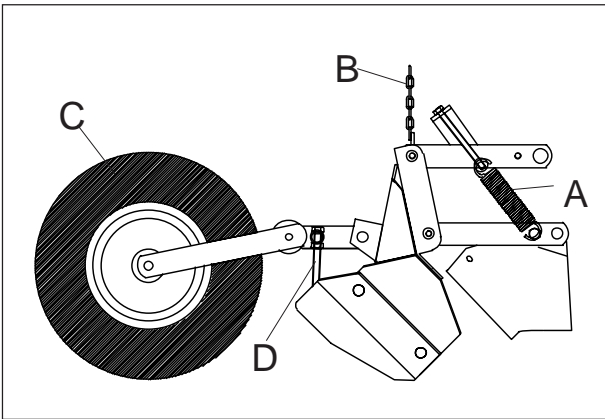

Fig. 27
b. Flytande sättskär (Fig. 27):
c. Flytande sättskär med bärhjul (Fig. 27)